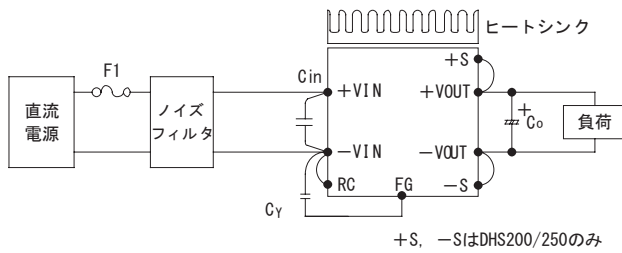

図1.1 標準接続方法
- 電源を使用するためには、図1.1の接続と表1.1の外付け部品が必要です。
(2) ノイズフィルタ/接地コンデンサ
- 入力ラインでの帰還ノイズ低減、電源の安定動作のために、ノイズフィルタ、接地コンデンサCyを接続してください（図1.1）。なお、ノイズフィルタの選定によっては、フィルタの共振やインダクタンスにより、電源動作が不安定になることがありますので、ご注意ください。
(3) 入力側外付けコンデンサ
- 入力ラインへの帰還ノイズ低減、電源の安定動作のために、入力側+VINと-VIN間にコンデンサCinを接続してください（図1.1）。
- 出力安定度向上のために、出力側+VOUTと-VOUT間にコンデンサCoを接続してください(図1.1)。推奨容量を表2.2に示します。